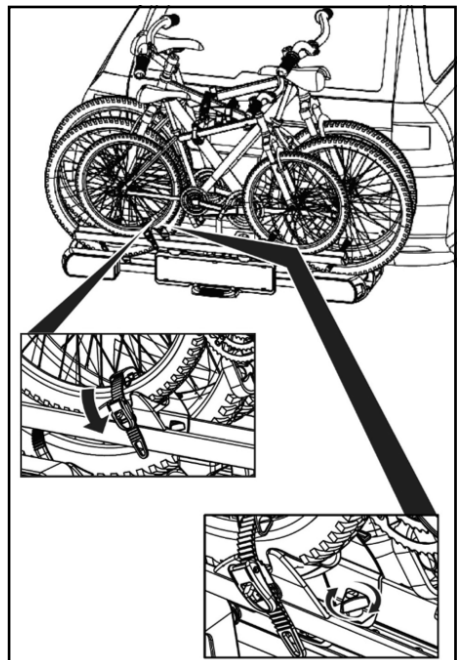

Figure 9: Fixation 3ème vélo
- Si la fixation est lâche, répétez les étapes de travail des figures 9 à 12.